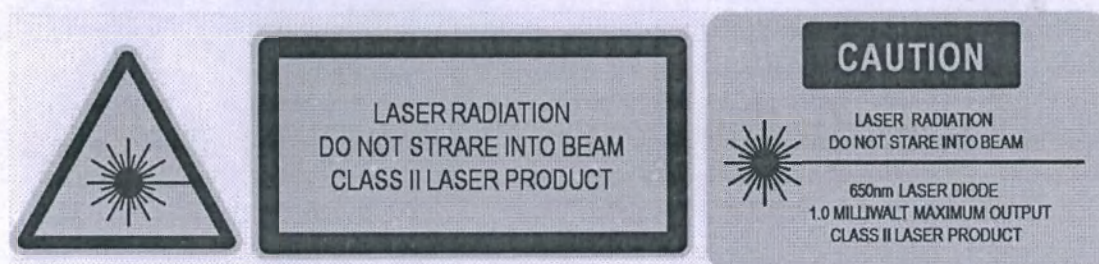

Рисунок 2.1-1
1. Предупреждающие лазерные метки расположены в нижней части передней крышки гентри, как показано на рис. 2.1-1